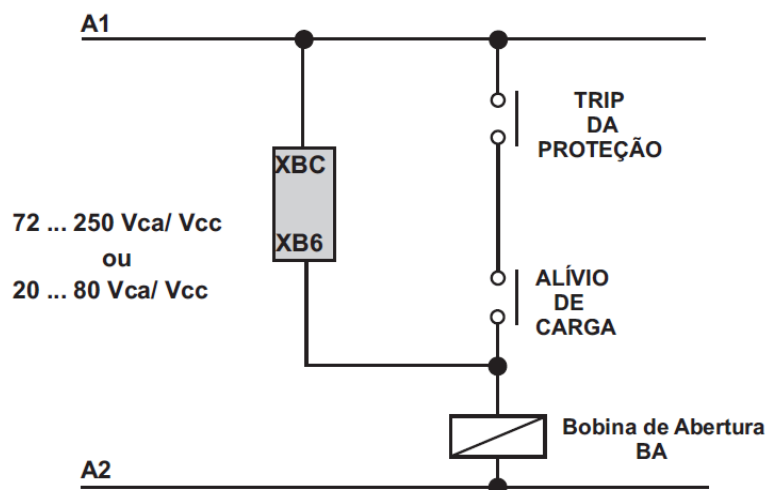

Figura 16.2: Ligação de lógica da bobina de abertura (BA).
A entrada lógica dos bornes XBC e XB6 deve ser configurada para operar como supervisão do estado da bobina de abertura (BA) através da matriz de entrada (linha **E BA OK**) e a lógica habilita na pasta **CONFIG** (item 4). A ligação desta entrada com a bobina de abertura (BA) é mostrada na figura 16.2.